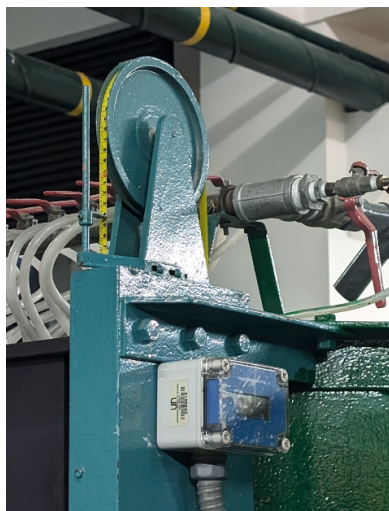

Figure 1: Cinta para la medición del caudal.
2. Para la medición del caudal, se toma una medición inicial con la cinta (fig 1), y luego una final después de 90 segundos, luego la resta entre estas dos mediciones corresponderá a la medición del tanque, se recomienda tomar 4 de estas mediciones y promediarlas, de modo que: